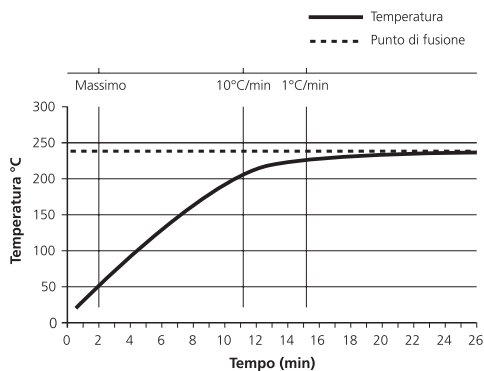

Fig 6
6. Per ottenere una misura del punto di fusione rapida e accurata è importante utilizzare un incremento di temperatura piuttosto rapido durante la prima fase del riscaldamento del campione dall'ambiente, rallentando quindi l'incremento quando la temperatura del campione si approssima alla temperatura di fusione. La Fig. 6 illustra la curva di riscaldamento ideale per un campione con punto di fusione di 240°C.